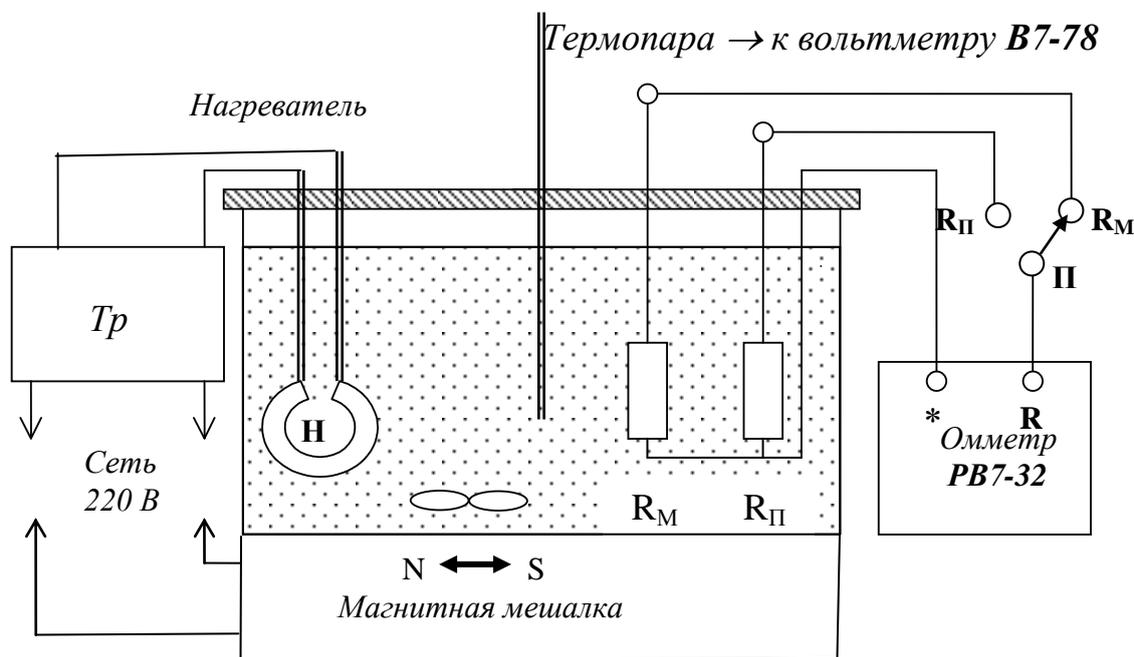

Рис. 2
**Описание установки.** В экспериментальную установку входит масляная баня и универсальный вольтметр РВ7-32 (рис.2). В сосуд с трансформаторным маслом помещены металлический резистор  $R_M$  и термистор  $R_{II}$ , провода от которых подведены к клеммам на крышке бани.